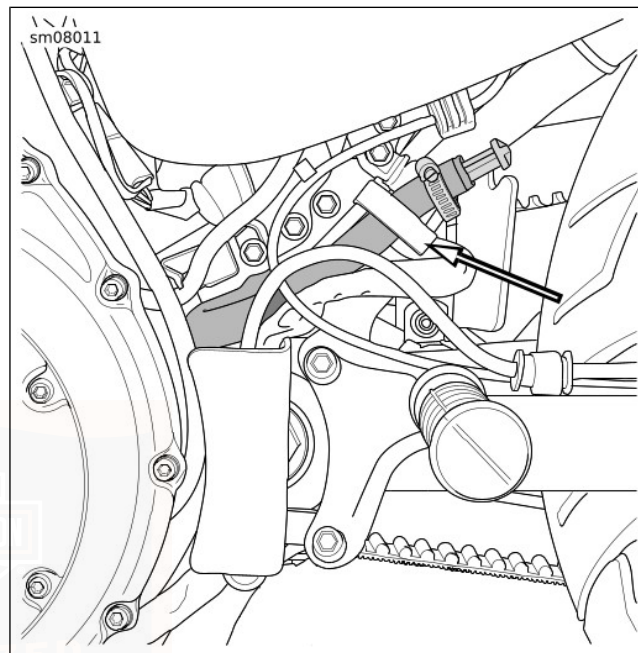

Figura 35. Fascetta del tubo flessibile di scarico
4. Vedere Figura 35. Staccare dal tubo del telaio la fascetta di fissaggio del tubo flessibile di scarico.
10. Vedere Figura 35. Posizionare il tubo flessibile di scarico lungo il tubo del telaio.